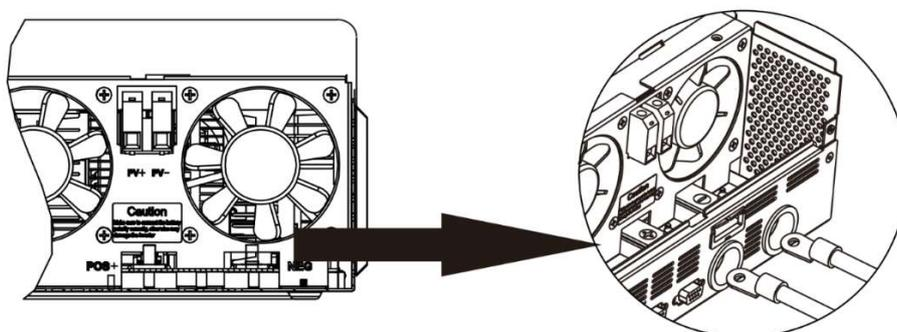

Fig. 6: Conexão da bateria
- Remova as porcas pré-instaladas dos parafusos do terminal da bateria. Insira o terminal do anel dos cabos da bateria através dos orifícios da carcaça (prensa-cabos para modelos de 120 Vca) e achatar no terminal da bateria correspondente (Fig. 6). Aparafuse as porcas removidas anteriormente com um torque de 2 ~ 3 Nm (1,5 ~ 2,2 lbf-ft). Verifique se os terminais do anel estão nivelados nos conectores.